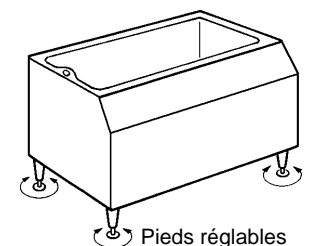

Fig. 4
- 2) Placez le bac de stockage à l'emplacement désiré et veillez à ce qu'il soit nivelé. Voir Fig. 4.